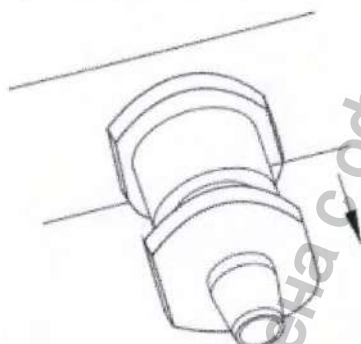

Рис. 27 – Описание открытия дренажного клапана
2. Потяните клапан для спуска воды наружу, как показано на рис. 27. Бак начнет опустошаться через трубку.